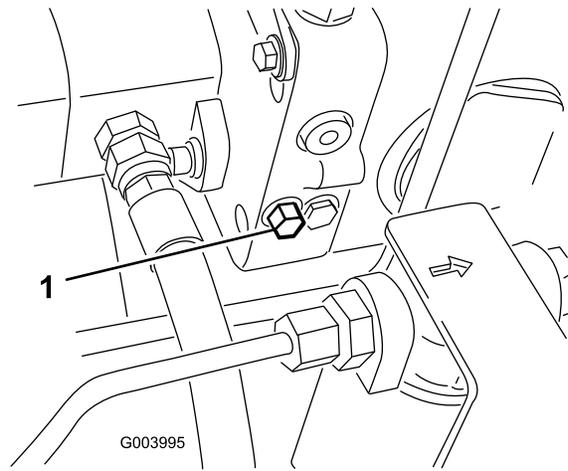

Figura 71
1. Fate ruotare di un giro e mezzo il bullone della valvola di bypass per aprire e lasciare bypassare l'olio all'interno (Figura 71).